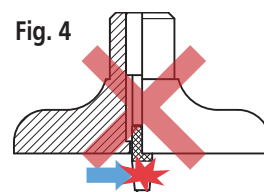

Fig. 4
1. Não movimente a ponta de contato rapidamente nem aplique força no sentido transversal, caso contrário, a exatidão dos resultados pode ser afetada de forma adversa. **(Fig. 4)**